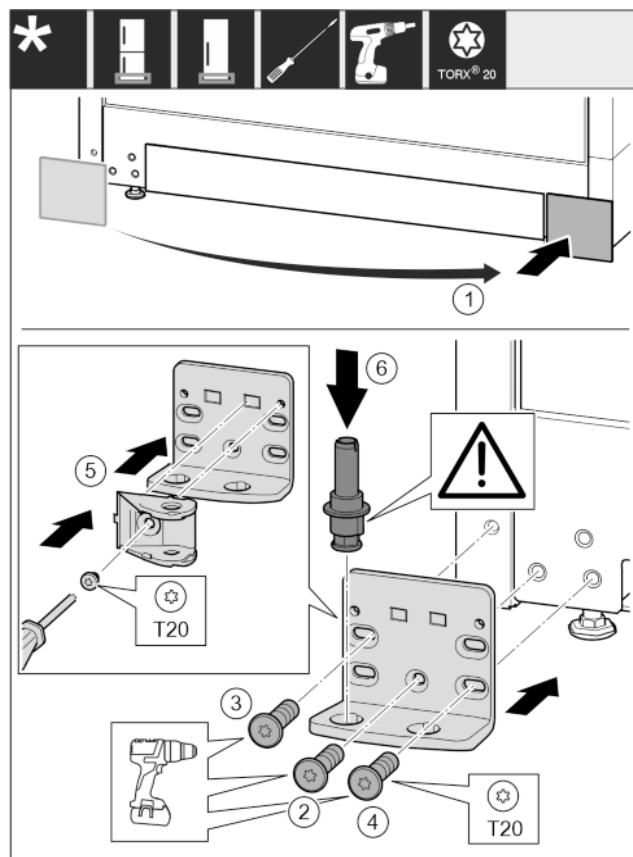

Fig. 28
- Vegye le a fedelet, és szerelje fel a másik oldalra. Fig. 28 (1)
- Helyezze fel a csapágybakot a másik oldalra, és húzza meg T20 csavarhúzóval. Alul középen a 2 számmal jelölt csavarral kezdjen. Fig. 28 (2)
- Húzza meg a 3 és 4 számmal jelölt csavart. Fig. 28 (3,4)
- Fordítsa el 180°-kal a záráscsillapítót. Csavarozza fel a T20 csavarhúzóval a csapágybak másik oldalára. Fig. 28 (5)
- Helyezze be teljesen a csapszeget. Közben ügyeljen arra, hogy a bekattanó bütyök hátrafelé mutasson. Fig. 28 (6)